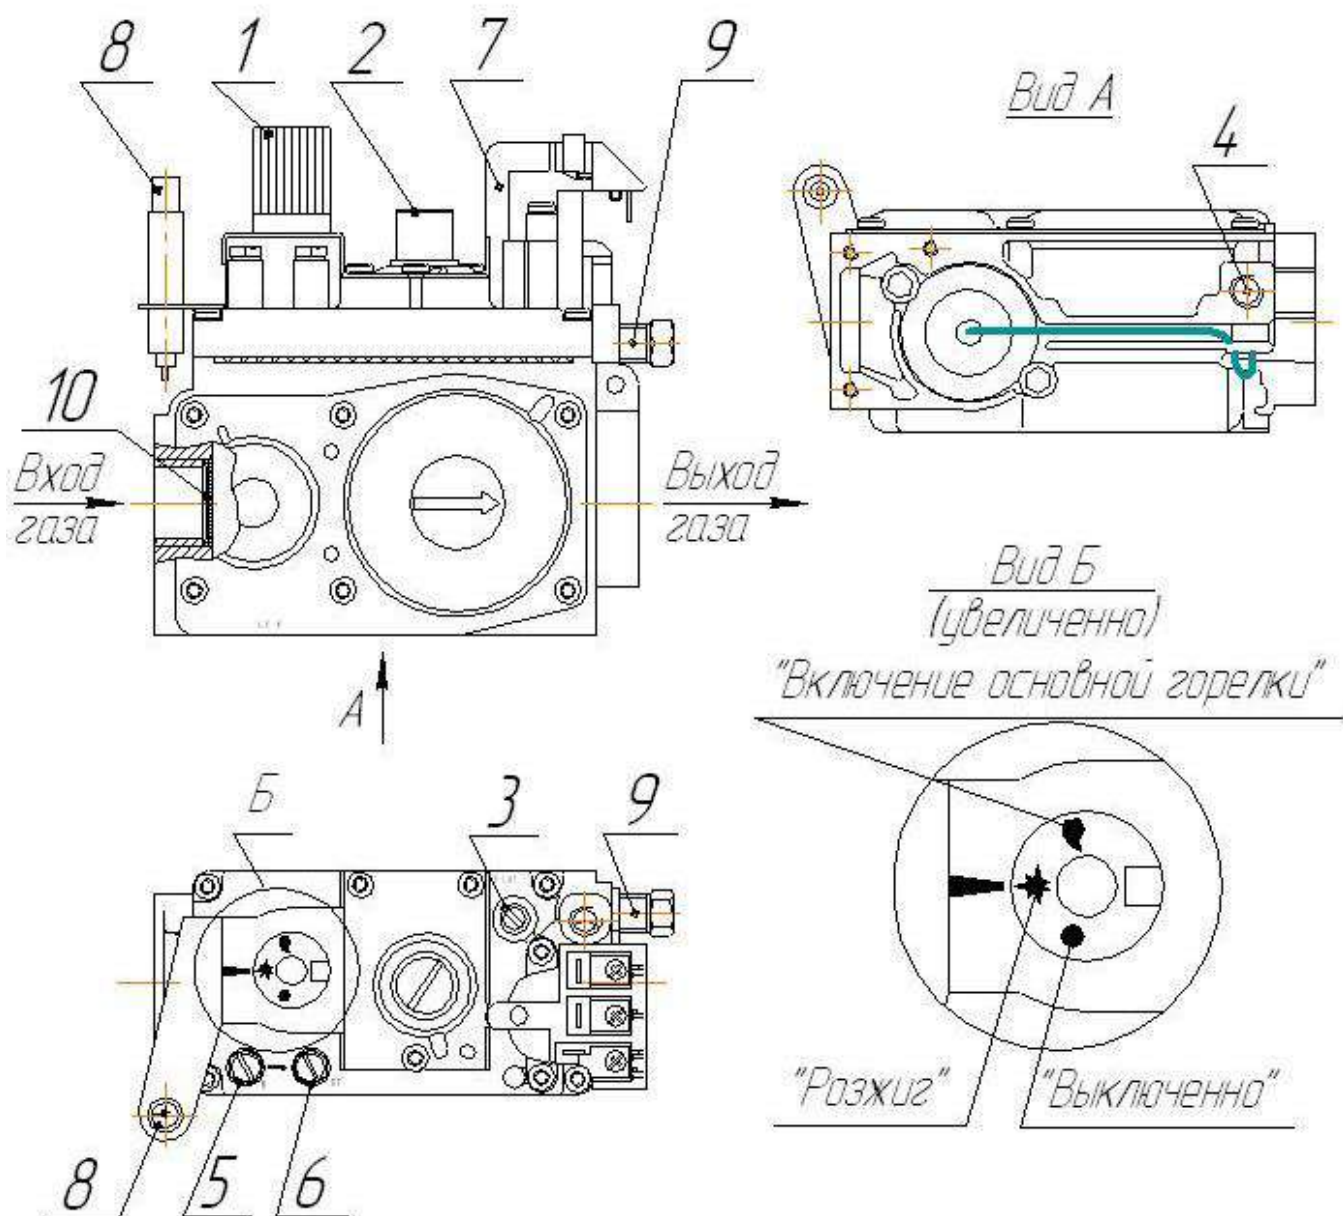

Рис. 4. Элементы управления газовым клапаном.
« ● » (ВЫКЛ) (см. рис. 4).
6.3 При отсутствии тяги, погасании пламени запальника, падении давления газа в сети ниже минимального давления рабочего диапазона и перегреве котла происходит автоматическое отключение подачи газа к основной и запальной горелке. В этом случае необходимо закрыть газовый кран перед котлом и перевести ручку 1 (рис. 4) по часовой стрелке в положение «●» («ВЫКЛ.»).